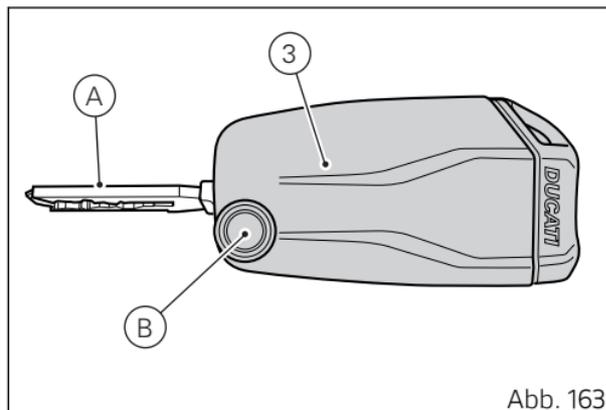

Abb. 163
Das Key-on erfolgt auf das Drücken der Taste (6) am Lenker und bei Vorhandensein des aktiven Schlüssels (3, Abb. 163).
Das „Key-off“ erfolgt auf das Drücken der Taste (6) am Lenker, auch wenn der Schlüssel (3, Abb. 163) nicht vorhanden ist, dies jedoch nur bei einer Fahrzeuggeschwindigkeit gleich Null.
Das „Key-on“ erfolgt auf das Drücken der Taste (7) am Hands Free-Block (1, Abb. 156) und bei Vorhandensein des aktiven Schlüssels (3, Abb. 163).